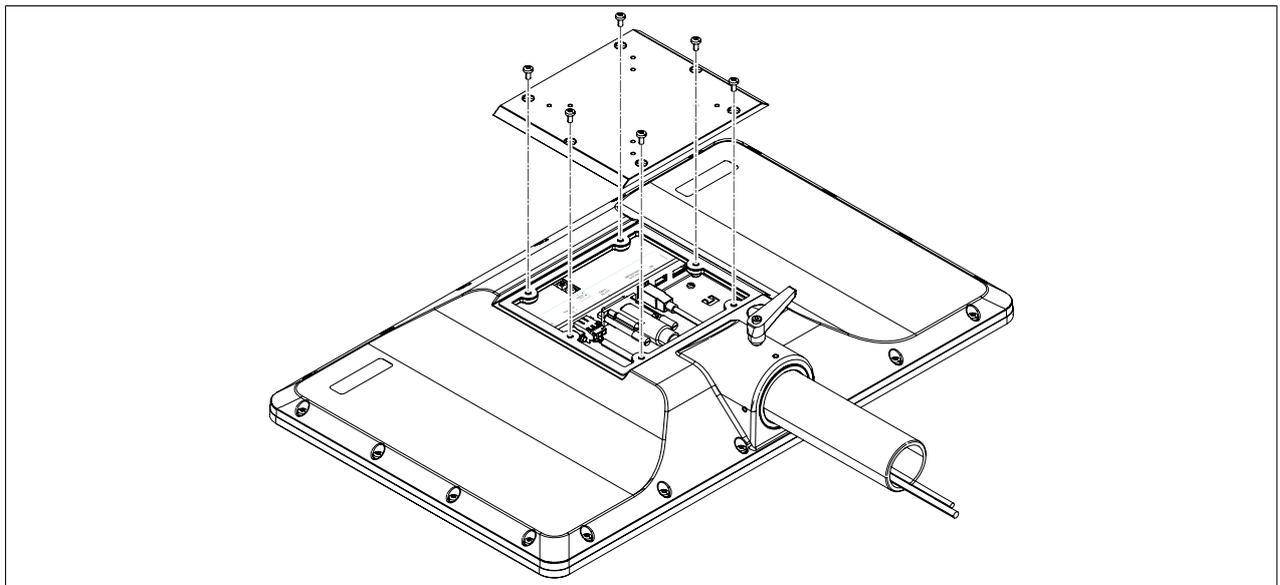

Abbildung 32: Schnittstellendeckel montieren
3. Nach erfolgreicher Einstellung die Schnittstellenabdeckung wieder montieren (siehe Abb. 32 "Schnittstellendeckel montieren" auf Seite 39).